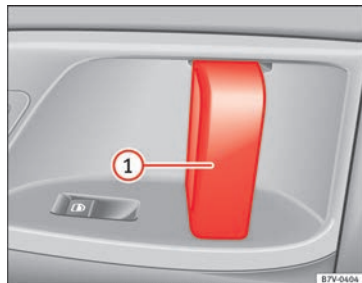

Abb. 134 An der Schiebetür: Türgriff ①.
Schiebetür von innen öffnen.	Bei entriegelter Schiebetür am Innentürgriff ziehen und Schiebetür vollständig aufschieben » Abb. 134 ①